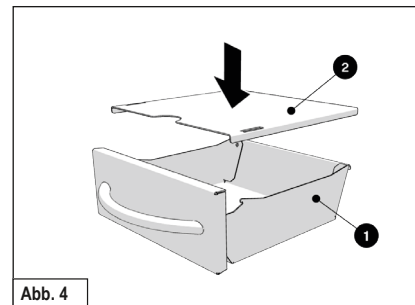

Abb. 4
- ▶ Setzen Sie den Deckel (2) auf den Aschebehälter (1) (Abb. 4).